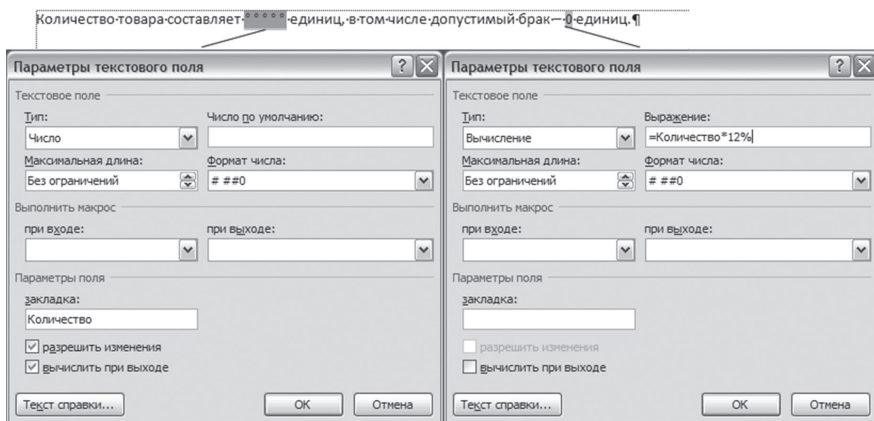

Рис. 1.2
4. Какое значение будет отображено в вычисляемом поле, после того как в режиме защищенной формы в первое поле будет введено значение 90 и нажата клавиша **Tab** (рис. 1.2):